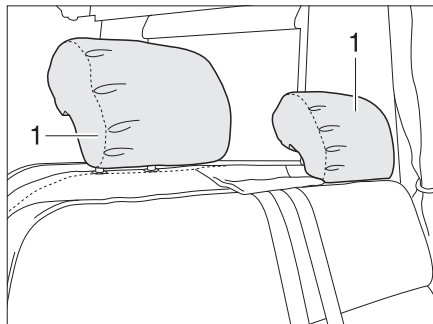

Fig. 21 Reposacabezas banco (Variante 1)
- Variante 1** ■ Tirar de los reposacabezas (Fig. 21,1) hacia arriba con la mano o empujarlos hacia abajo.